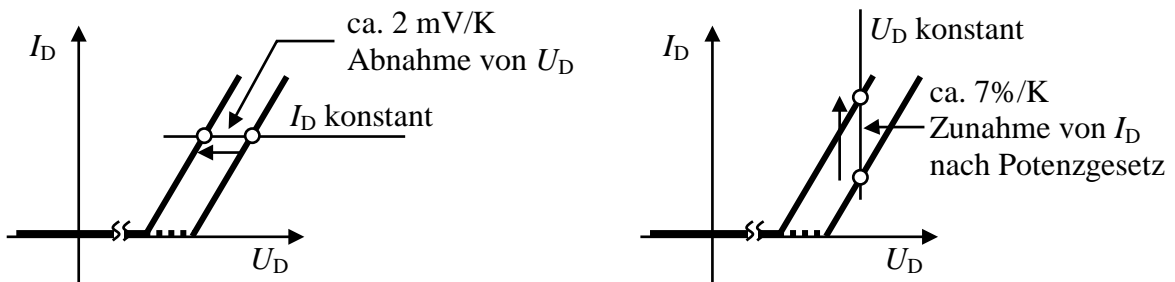

Abb. 4.31 Änderungen von Diodenspannung und Diodenstrom bei Zunahme der Temperatur
1. Fall: Konstanter Diodenstrom (Abb. 4.31 links)
2. Fall: Konstante Diodenspannung (Abb. 4.31 rechts)